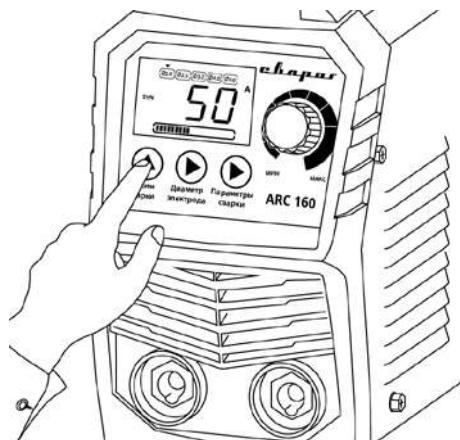
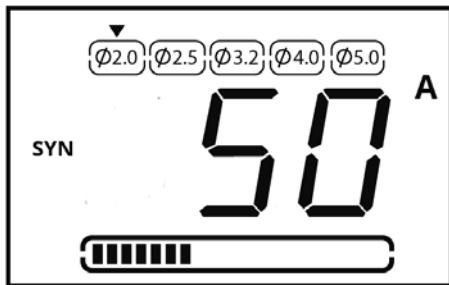

Рис. 9.5. Выбор способа сварки.
Рис. 9.6. Пример режим Synergy.
- Перейдите в режим Synergy для MMA сварки на передней панели сварочного аппарата (См. рис. 9.5). Загорится индикатор SYN (См. рис. 9.6).